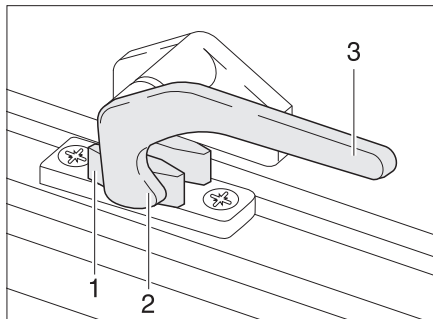

Bild 35 Låsarm i läget "stängd"
- Sväng låsarmen (Bild 35,3) ett kvarts varv mot fönstrets mitt.
- Sväng låsarmen (Bild 35,3) ett kvarts varv mot fönsterkarmen. Låsspaken (Bild 35,2) är placerad på insidan av fönsterlåset (Bild 35,1).
- I läget "helt stängt" (Bild 35)